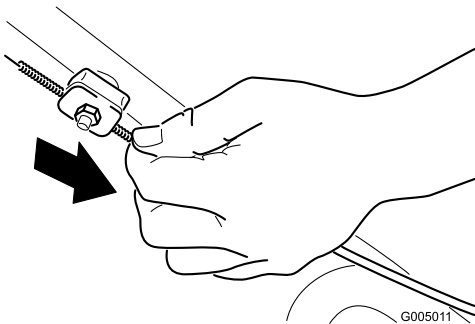

Figure 22
2. Tirez la gaine du câble vers le bas (vers la tondeuse) jusqu'à ce qu'il n'y ait plus de mou dans le câble (Figure 22).